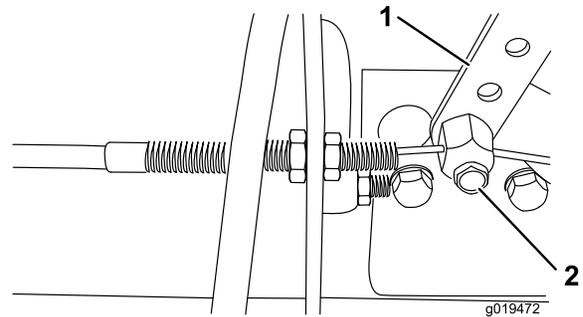

Figura 56
2. Desaperte o dispositivo de ligação do cabo do regulador na alavanca da bomba de injeção (Figura 56).